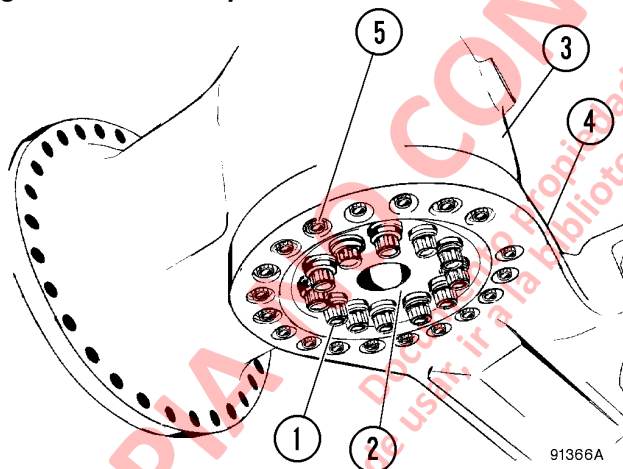

FIGURA 3-2. CONJUNTO DEL BRAZO DE DIRECCIÓN
7. Desconecte las líneas de aceite de enfriamiento del freno (4) en los puertos de admisión y salida de la carcasa de freno. Tape las mangueras y los puertos para evitar su contaminación.
9. Retire los tapones de drenaje (2) y drene el aceite de la carcasa del freno y los rodamientos del cubo dentro de un contenedor apropiado.
12. Posicione una grúa horquilla debajo del conjunto del cubo y el husillo de la rueda, como se muestra en la Figura 3-2. El peso del conjunto del husillo es aproximadamente 6 652 kg (14.665 lbs). Asegúrese de que los dispositivos de levante puedan soportar la carga en forma segura. Asegúrese de que el husillo y el cubo estén sujetos de forma segura al dispositivo de elevación para evitar que se vuelque al estar fuera de la suspensión.
13. Retire los pernos y las arandelas (1, Figura 3-2) que aseguran la placa de retención (2) a la estructura de husillo y a la suspensión. Para evitar dañar las roscas, suelte los pernos en un patrón circular en incrementos de torque de **678 N·m (500 lb-ft)**. Retire la placa de retención.
14. Retire los 16 pernos del brazo de dirección (5, Figura 3-2) de la siguiente manera:
5. Lubrique los pernos (1, Figura 3-2) y (5) en las roscas y los asientos con grasa de chasis en base a litio (multipropósito, EP NLGI).
6. Asegure el husillo a la suspensión utilizando la placa de retención (2) y los pernos (1). Apriete los pernos de la siguiente manera: